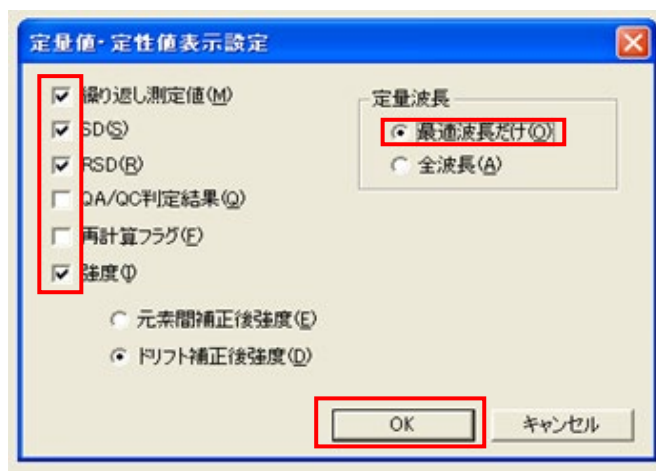

図 69
- ⑤ チェックされている項目が表示されます。図 69
- ⑥ 定量波長は、「最適波長だけ」をチェックします。